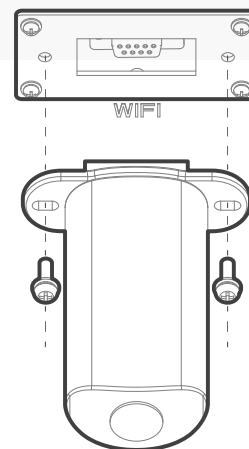

Figura 41: Conectando el Dongle Wi-Fi al Sol-Ark 15K-2P-N
- Ensamblar la carcasa y conectar el dongle al Sol-Ark. Asegurar con tornillos (véase la figura 41). Se observará una luz roja sólida